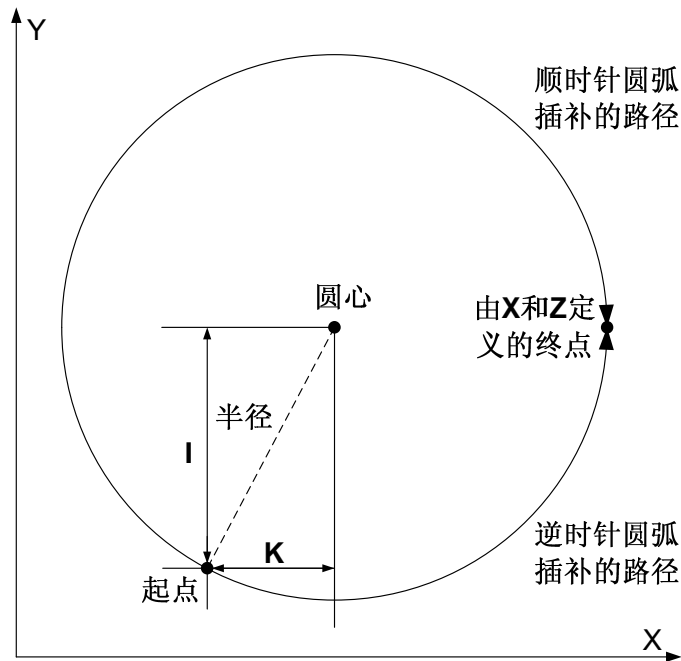

图 2-6 圆弧插补
速度 (F)、圆心相对于圆弧起点的坐标值 (I、J、K，如图 2.6) 或圆弧半径 $\pm R$ (圆弧弧度小于等于 180° 时 R 为正，圆弧弧度大于 180° 时 R 为负)，在绝对方式下 (G90)，应确定圆弧终点的绝对坐标值 (X、Y、Z)；在增量方式 (G91) 下应确定圆弧终点相对于起点的坐标值 (X、Y、Z)。